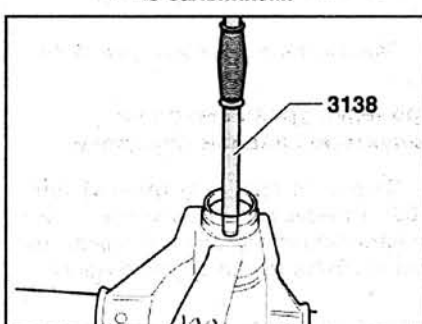

Рис. 4.87. Выберите наружную обойму конического роликового подшипника (со стороны ведущей конической шестерни главной передачи).
9. Выбейте наружную обойму конического роликового подшипника (со стороны ведущей конической шестерни главной передачи) (рис. 4.87).